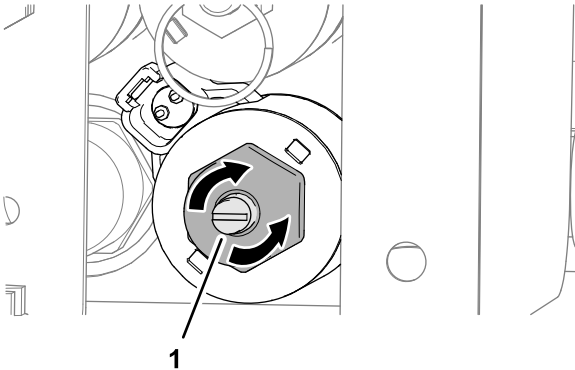

图 33
1. 顺时针旋转用作阀超控装置的六角头螺可增大输送带速度图 33。